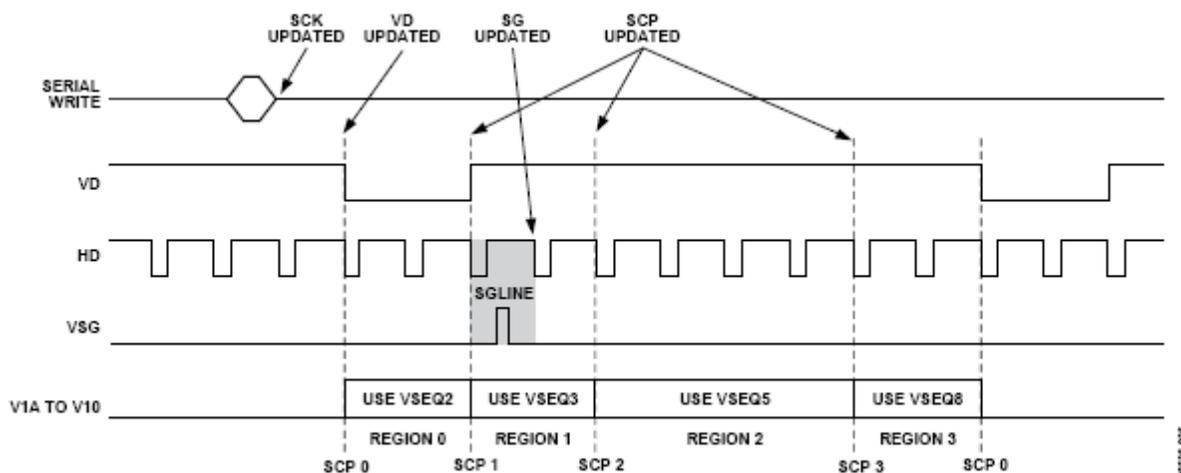

图88. 寄存器更新位置 (定义见表45)
- SCP更新: 所有垂直图样和垂直序列寄存器都在使用它们的下一个SCP更新。例如,在图88中,该场选择区间1使用垂直序列3来进行垂直输出,因此,垂直序列3或垂直图样组寄存器的写入数据(由垂直序列3引用)在SCP 1进行更新。如果对同一寄存器执行了多次写操作,则只会更新SCP1前写入的最后数据。同样,垂直序列5寄存器的写入数据在SCP 2更新,而垂直序列8寄存器的写入数据则在SCP 3处更新。